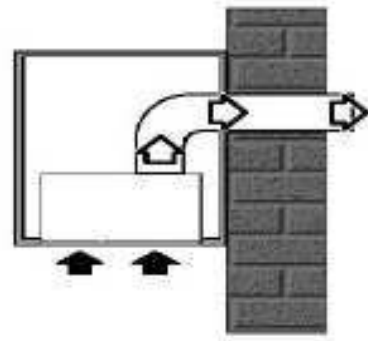

Abb. 2a
1) Abluftbetrieb (Abb. 2a) – die Wrasen werden per Abluftausgang nach draußen geführt. Hierfür müssen Sie ein Abluftrohr mit einem Durchmesser von \varnothing 120 mm (nicht im Lieferumfang enthalten) von der Haube (Abluftausgang) zum Loch in der Hauswand anschließen. Nehmen Sie die Fettfilter raus. Hinter der Schaltung haben Sie nun Einblick auf einen weißen Hebel.